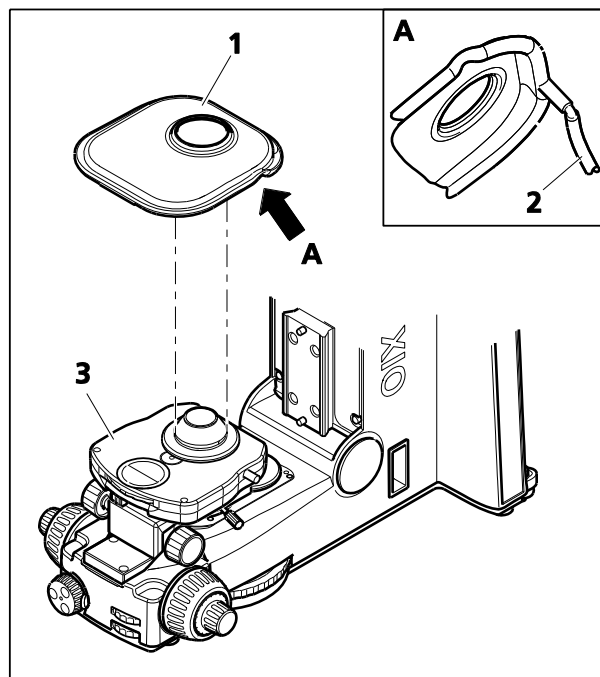

Figure 3-42 Installation de l'Aqua Stop
- Raccorder le flexible d'évacuation (Figure 3-42/2) sur l'Aqua Stop (Figure 3-42/1).
- Poser délicatement l'Aqua Stop (Figure 3-42/1) sur le condenseur (Figure 3-42/3). Le pourtour doit s'adapter à la fente du condenseur.
- Faire passer le flexible d'évacuation (Figure 3-42/2) vers un récipient correspondant (bol, etc.).